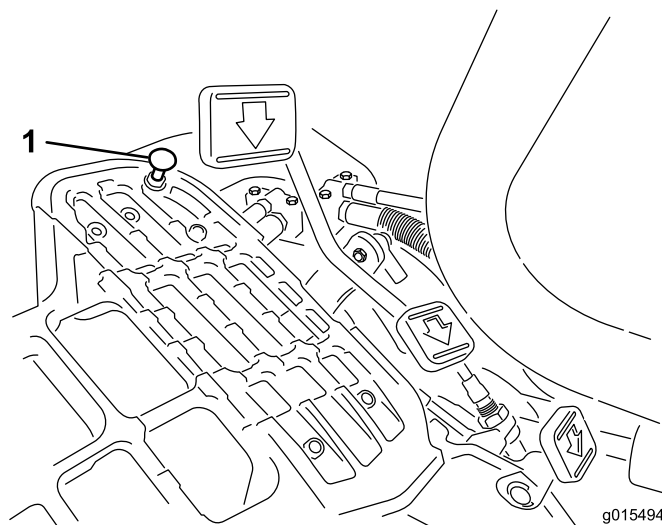

図 48
走行ペダルを踏み込んでみてください。ケーブルに張力が掛かる前にペダルがストップ (図 48) に当たる場合には調整が必要です。
1. ペダルストップをフロアプレートに固定しているフランジヘッドロックナットをゆるめる (図 48)。